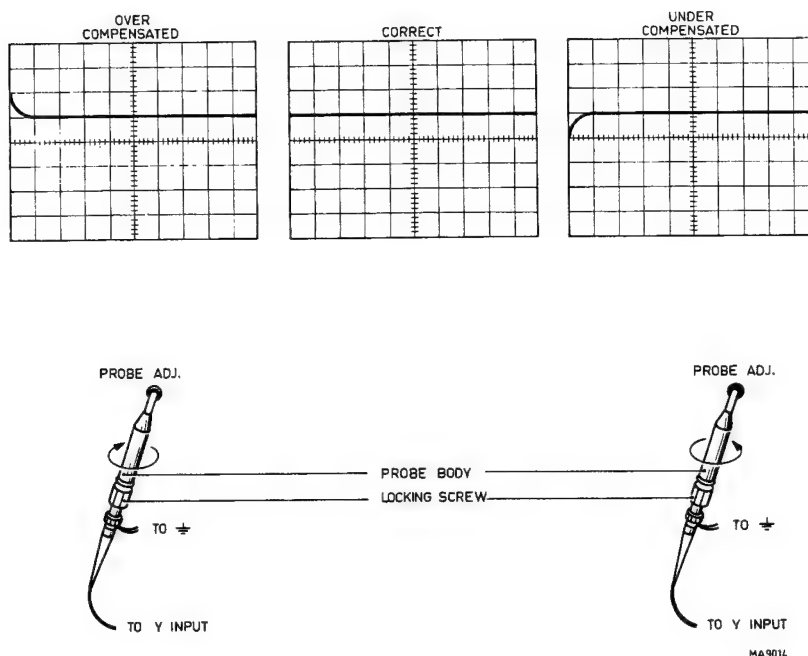

Abb. 2.3. Abgleich der Messköpfe PM 9326 und PM 9327
- Die Verriegelungsschraube lösen und den "Messkopfkörper" (siehe Abb. 2.3) gegenüber dem Kabel so lange drehen, bis die richtige Einstellung erreicht ist.